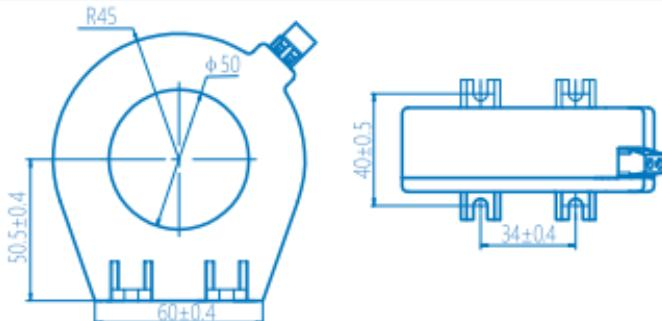

图1 ZCT-50外形及安装尺寸
5.1 ZCT-50外形及安装尺寸：见图1；产品重量为0.21kg。